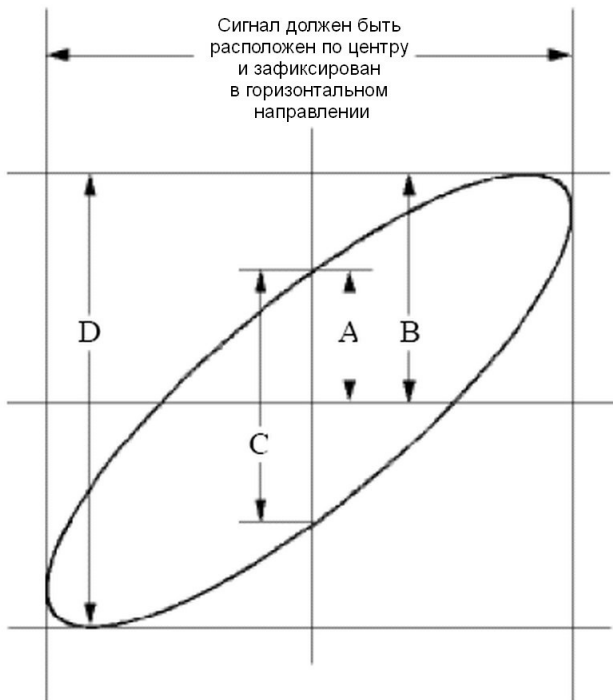

Рисунок 7.6. Фигура Лиссажу
8) Применяя методику анализа эллиптических осциллограмм, найдите и вычислите разность фаз (см. рисунок 7.6).